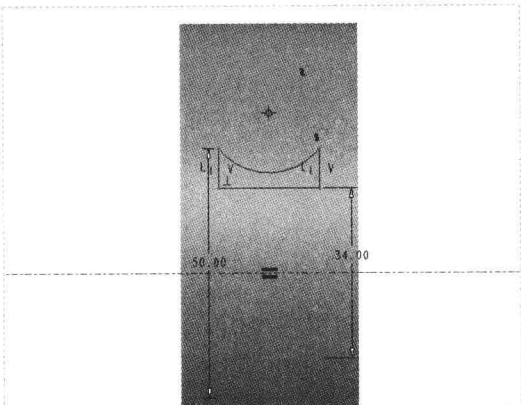

图 17-19 绘制截面 2
Step 03 采用与上同样的方法,使用“旋转”命令,弹出“旋转”选项卡,选择 TOP 基准平面作为草绘平面,进入草绘环境;单击“草绘”选项卡中的相应按钮,绘制截面,如图 17-19 所示。